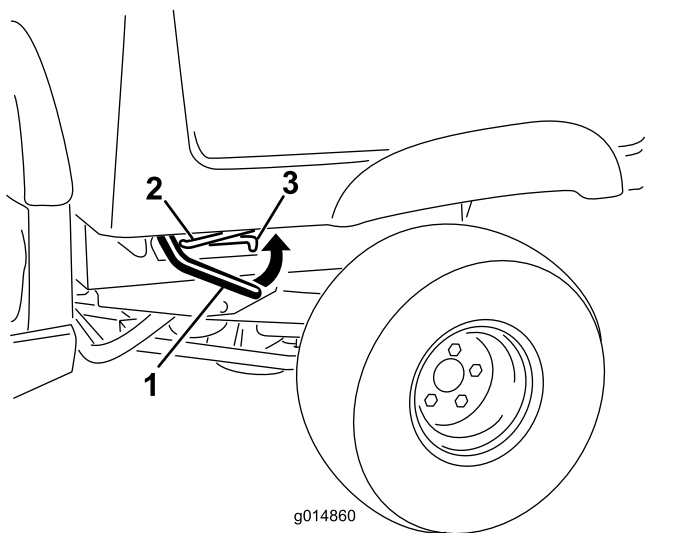

Figura 1
4. Levante la palanca situada a cada lado de la plataforma de carga y eleve la plataforma (Figura 1).